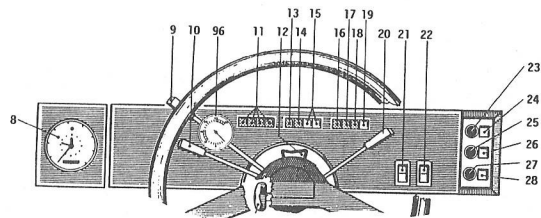
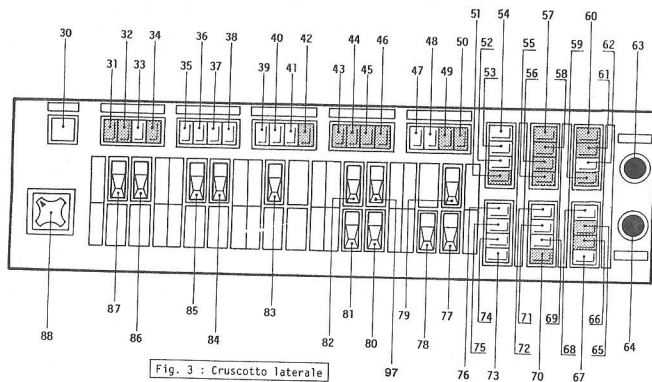

Fig. 2 Volante e strumentazione anteriore.
Fig. 3 : Cruscotto laterale
E' possibile isolare soltanto le batterie premendo l'apposito pulsante **rosso** (n. 64 - Fig. 3 - Pag. 10). Per la riattivazione del collegamento, premere il relativo pulsante **verde** (n. 63 - Fig. 3 - Pag. 10).
L'accensione della spia "AVARIE" (n. 11 - Fig. 2 - pag. 8) avviene in seguito all'accensione di anche una sola delle seguenti spie:
Per eseguire tale operazione, il conducente deve agire sul volantino di bloccaggio del piantone del volante (n. 29 - Fig. 2 - pag. 8), applicato alla parte sinistra del piantone stesso, come segue:
Il pomellino di comando del suddetto specchio dal posto guida (n. 88 - Fig. 3 - pag. 10) permette, per mezzo di spostamenti in avanti, indietro, destra e sinistra, di imprimere i relativi spostamenti al retrovisore stesso. Prima di agire sul pomellino, controllare che la freccia verde impressa su di esso sia orientata in avanti a destra. Si deve comunque evitare di manovrare direttamente a mano lo specchio del retrovisore onde non pregiudicarne l'integrità.
L'autobus dispone di impianto per la prenotazione delle fermate di tipo identico a quelli già in uso sui precedenti modelli di veicolo in dotazione all'A.T.M. L'accensione della spia "FERMATA PRENOTATA" (n. 14 - Fig. 2 - pag. 8) viene automaticamente annullata dall'apertura di una delle porte di discesa.
- Durante la marcia viene azionato involontariamente uno dei "COMANDI PORTE" (n. 23, n. 25 e n. 27 - Fig.2 - pag.8).
Per abilitare il comando porta anteriore dall'esterno, aprire la porta anteriore dal posto guida ed attivare il commutatore (n. 22 - Fig. 2 - pag. 8).
Per ripristinare i comandi dal posto guida agire nuovamente sul commutatore (n. 22 - Fig. 2 - pag. 8).
- Spia gialla (n. 36 e/o 38 - Fig. 3 - pag. 10) "FILTRO GAS" si illuminano quando avviene la rigenerazione. Nella fase di rigenerazione si deve evitare l'azionamento del pulsante di "EMERGENZA" (n. 3 - Fig. 2 - pag. 8) se non in caso di necessità; è possibile invece:
- Azionare i pulsanti del "TELERUTTORE GENERALE DI CORRENTE" (T.G.C.) (n. 63 - n. 64 - Fig. 3 - pag. 10).
- Azionare la chiave del quadro (n. 6 - Fig. 2 - pag. 8).
- Spia rossa (n. 72 - Fig. 3 - pag. 10) "SIST. FILTR. GAS", "ALLARME BY PASS INSERITO" si illumina quando il sistema è in avaria.
- Spia verde (n. 71 - Fig. 3 - pag. 10) "BY PASS" si illumina quando una delle spie gialla o rossa è accesa, oppure quando la pressione dell'aria è scarsa, condizione usuale dopo prolungati periodi di fermo della vettura.
Il suo funzionamento è visualizzato dalla spia gialla (n. 39 - Fig. 3 - pag. 10) posta nel cruscotto laterale posto guida.
Gli interruttori per il suo azionamento sono posti uno entro il vano protetto da sportello della fiancata antero-laterale destra del veicolo e l'altro sul cruscotto laterale del posto guida (n. 83 - Fig. 3 - pag. 10).
L'azionamento del pulsante prova lampade (n° 30 - Fig. 3 - pag. 10) consente, mediante l'accensione, la verifica dell'efficienza delle lampade spia poste sui cruscotti.
Del tipo già in uso sui precedenti modelli di autobus urbani, vengono attivate dall'interruttore n. 87 (Fig. 3 - pag. 10).
L'interruttore per azionarlo é il n. 87 (Fig. 3 - pag. 10).